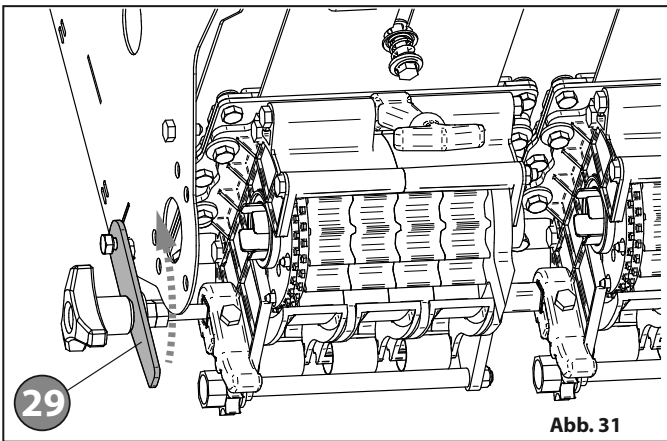

Abb. 31
- Den Hebel zum Feststellen der Taster **29** "Abb. 31" anheben.